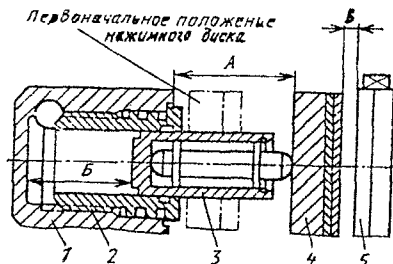

Рис. 4. Схема действия тормоза КТ94-230:
12. Измерьте зазор между блоком цилиндров тормоза и нажимным диском (размер «А» на рис. 4).
13. Измерьте при расторможенном тормозе зазор между нажимным и первым подвижными дисками (размер «В» на рис. 4), для чего предварительно прижмите все диски рукой к опорному фланцу. Убедитесь в отсутствии перекоса нажимного диска относительно блока цилиндра тормоза.